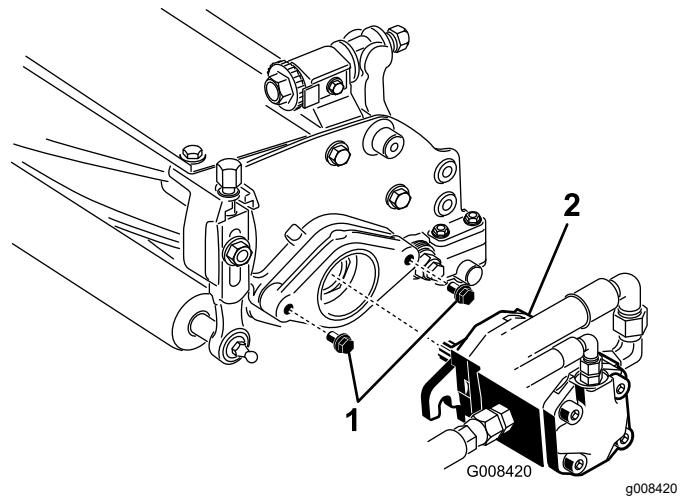

Figura 8
7. Certifique-se de que deixa uma folga de aproximadamente 13 mm em cada parafuso de montagem do motor da transmissão do cilindro (Figura 8).
8. Cubra o veio estriado do motor com massa lubrificante limpa e monte o motor rodando-o no sentido dos ponteiros do relógio até que a folga das cavilhas tenha sido eliminada. Rode o motor no sentido contrário aos ponteiros do relógio até que as flanges envolvam as cavilhas (Figura 8).
9. Aperte os parafusos de montagem (Figura 8).